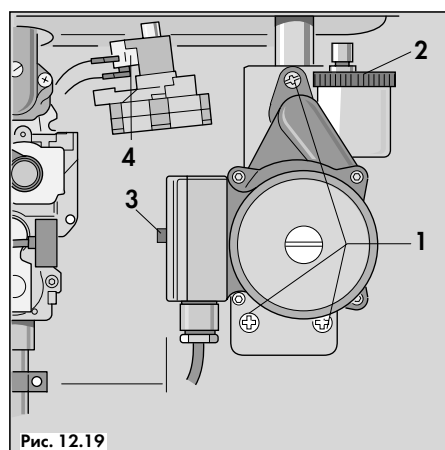

Рис. 12.19
- Выкрутить 3 винта (1, рис. 12.19) и вытащить насос из аппарата по направлению вперед;
- Открутить верхнюю винтовую крышку воздухоотводчика (2, рис. 12.19) и удалить из него внутренние компоненты;
- Разъединить штекерные соединения, отсоединить кабели от датчика (4, рис. 12.19) и вытащить его вперед;